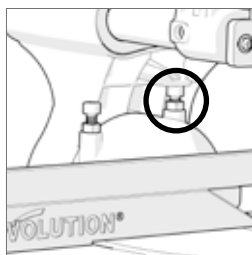

Fig. 14
- Desserrer l'écrou de fixation de la vis de réglage pour l'angle d'inclinaison. (**Fig. 14**)